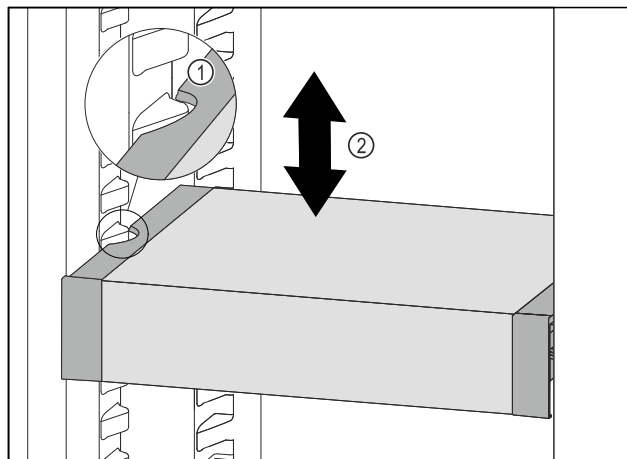

Fig. 168
- Táhněte VarioSafe dopředu, dokud nebudou boční vybrání VarioSafe na úrovni žebrování na nádoby v chladničce. Fig. 168 (1)
- Posouvajte VarioSafe v chladničce nahoru nebo dolů, dokud nedosáhnete požadované výšky. Fig. 168 (2)